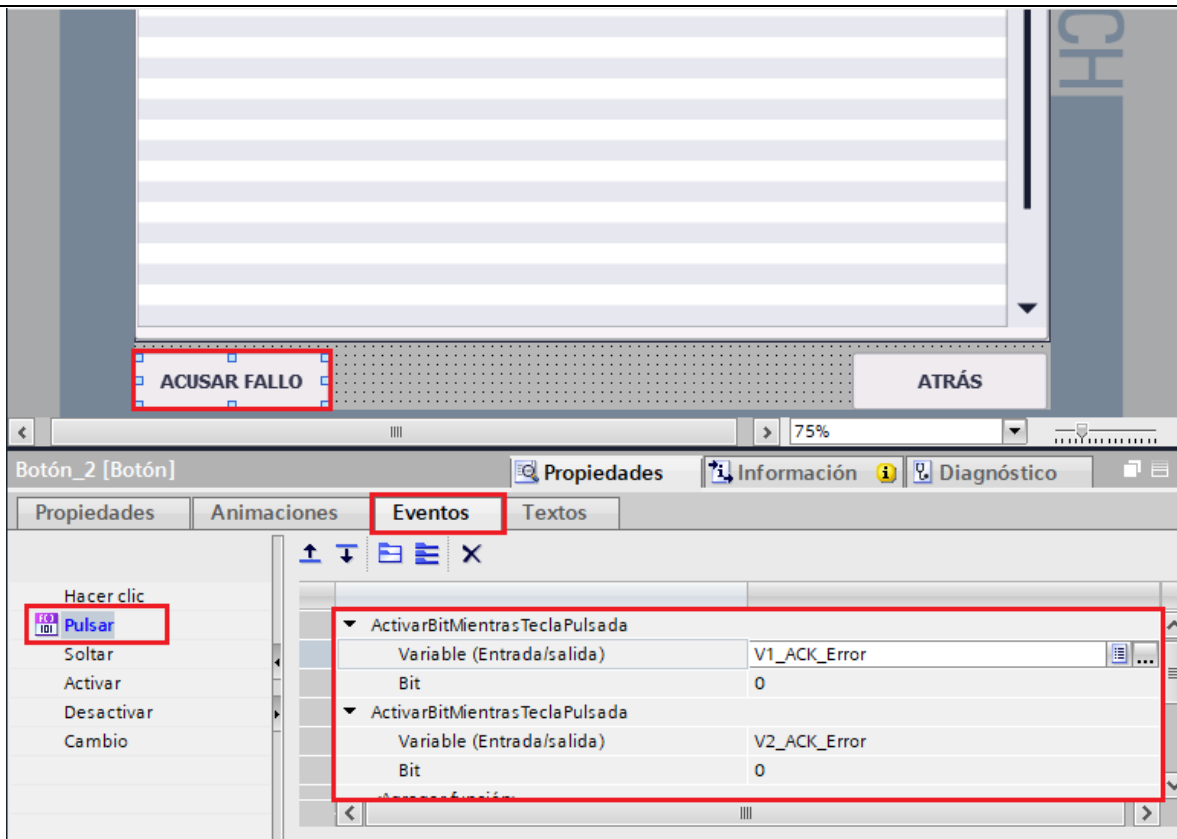

Figura 72. Configuración botón ACUSAR FALLO.
- En “Variable (Entrada/Salida)” seleccionar “V2_ACK_Error” (ver Figura 72).